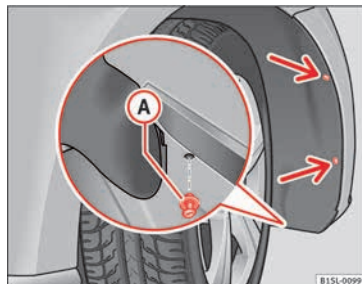
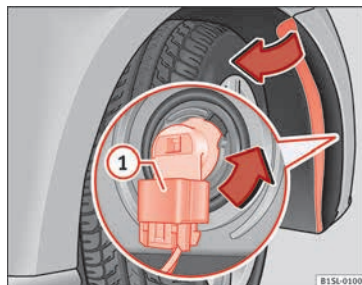

Fig. 86 Sur le passage de roue avant droit : enlevez les vis de fixation (flèches) et retirez le rivet expansible (A).
Fig. 87 Remplacement des ampoules des projecteurs.
- Dévissez deux vis de fixation du revêtement du passage de roue » fig. 86 (flèches) avec le tournevis inclus dans l'outillage de bord » page 74.
- Dévissez le rivet expansible sur la partie inférieure avant du revêtement du passage de roue (A) avec le tournevis de l'outillage de bord et retirez-le complètement » page 74.
- Débloquez la connexion » fig. 87 (1) et retirez-la.
- Tournez le support d'ampoule » fig. 87 dans le sens de la flèche, dans le sens contraire des aiguilles d'une montre jusqu'en butée et enlevez-le avec l'ampoule en le retirant vers l'arrière.
- Branchez le connecteur (1) sur le support d'ampoule. La connexion doit s'encastrer de manière audible.
- Placez le rivet expansible sur le revêtement du passage de roue et du pare-chocs et enfoncez-le complètement » fig. 86 (A).
- Vissez fortement les deux vis de fixation » fig. 86 (flèches) avec un tournevis.